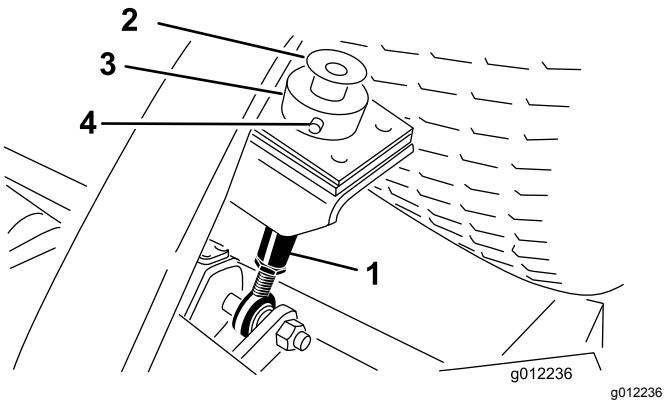

Figura 23
2. Retire el perno y la arandela del extremo superior de ambas varillas de ajuste de la altura de corte (Figura 23).
3. Retire el pasador y la chaveta que fijan el collar de ajuste de la altura de corte a la varilla de ajuste de la altura de corte en la parte trasera de la unidad de corte (Figura 23). Retire el collar de ajuste de la altura de corte.